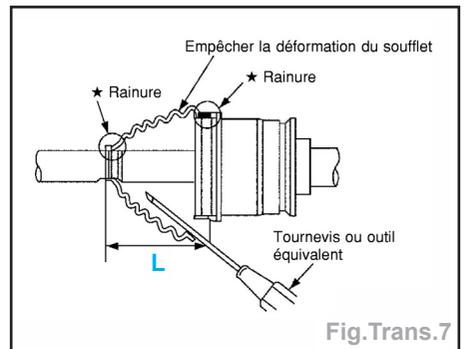

Fig. Trans.7
- Fixer le soufflet sur les rainures (avec un astérisque\*) et confirmer que la longueur du soufflet (L) est de **90,4 ± 1 mm** (fig. Trans.7).